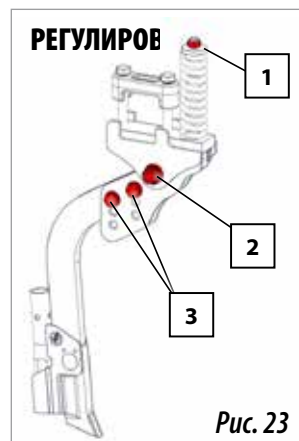

Рис. 23
Для регулировки давления сошника на грунт необходимо привести в действие пружинную гайку (1, рис. 23). Эти сошники крепятся к опоре с помощью штампованного винта SOLÀ (2, рис. 23) с самоконтрящейся гайкой, которая регулирует зазор сошника, воздействуя на него. Сошники имеют регулировку по глубине, что позволяет опускать сошники для регулирования их высоты:
- 1- Открутите болты и гайки (3, рис. 23).
- 3- Вставьте болты и гайки в новый корпус (3, рис. 23).